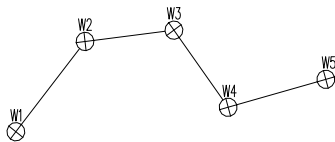

图 6-93 打开素材
**01** 按 Ctrl+O 组合键,打开配套光盘提供的“第 6 章/6.3.13 井号增一.dwg”素材文件,结果如图 6-93 所示。